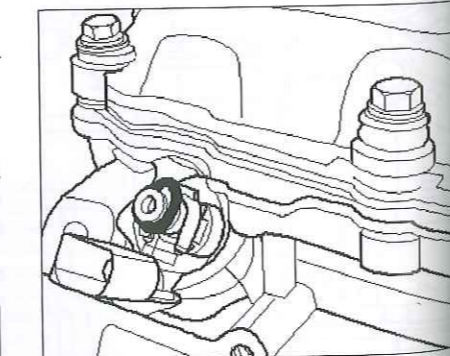

Fig. 37
- Desmontar la junta tórica del inyector (Fig.37).